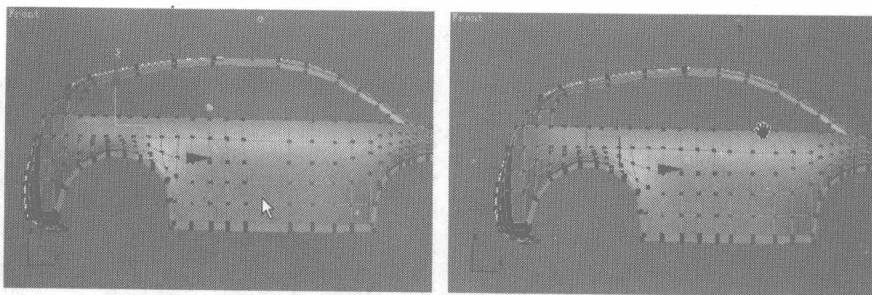
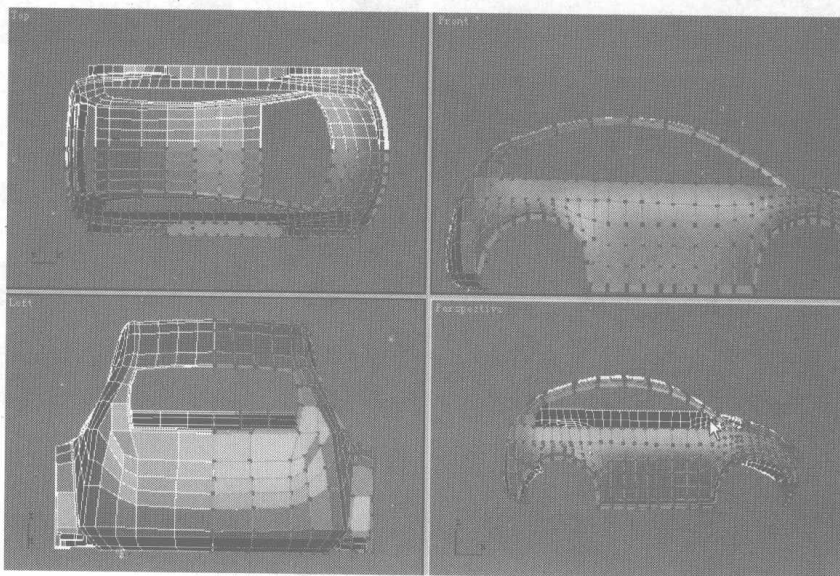

图 7.120
图 7.121
- 17** 选择后半部汽车的所有节点，沿着 X 轴移动，缩短汽车的长度，如图 7.120 所示。对照图 7.121 所示，调整节点的位置。